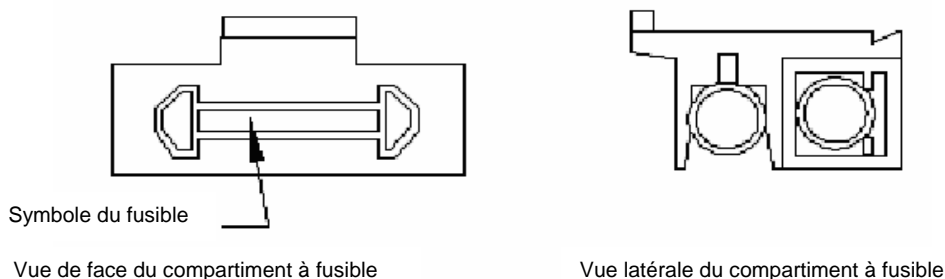
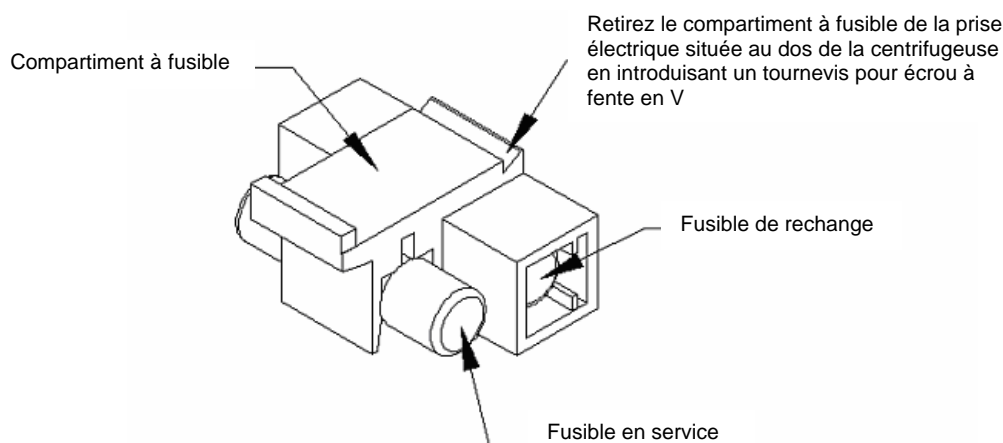

Figure 3
Figure 4
(1) Coupez l'alimentation, débranchez la fiche du cordon d'alimentation introduite dans la prise électrique extérieure. Débranchez l'autre extrémité du cordon d'alimentation sur la centrifugeuse.
(2) Un compartiment à fusible est prévu à la partie inférieure de la prise électrique au dos de l'appareil (voir figure 3). Le symbole du fusible est marqué et vous trouvez une fente en V sur le compartiment à fusible. (voir figure 4). Retirez le compartiment à fusible en introduisant un tournevis pour écrou à fente en V.
(3) Retirez le fusible détérioré et remplacez-le. Le modèle de fusible de la centrifugeuse est BGXP 5x20 - 250 V - 2 A.
(4) Remettez le compartiment à fusible dans la prise électrique.